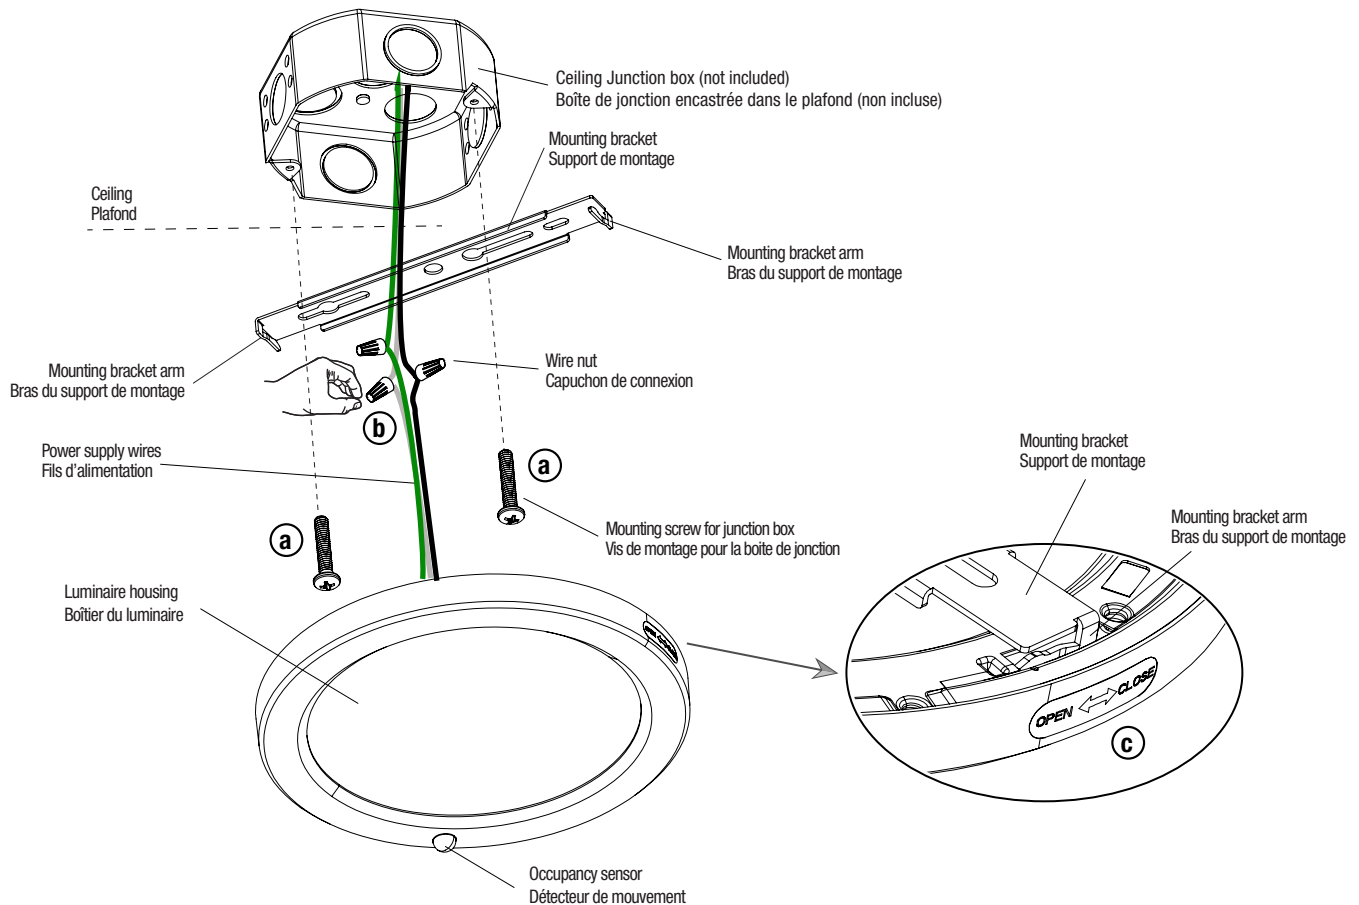

Fig. 1
1. Install the mounting bracket on the ceiling junction box using two (2) screws as shown in Fig. 1, step "a".
2. Bring the luminaire near the junction box and make wiring electrical connections by using the wires nuts (Fig. 1 step "b").
3. Align the rectangular openings situated on the back side of luminaire with the mounting bracket arms. Insert the housing vertically upwards into the mounting bracket arms, rotate and lock it (Fig. 1, step "c").
1. Installer le support de montage sur la boîte de jonction du plafond en utilisant les deux (2) vis comme indiqué sur la Fig. 1, étape "a".
3. Aligner les ouvertures rectangulaires situées à l'arrière du luminaire avec les bras du support de montage. Insérer le boîtier verticalement vers le haut dans les bras du support de montage. Pivoter le boîtier et le verrouiller (Fig.1, étape "c"). L'arrière du luminaire doit effleurer la surface du plafond.